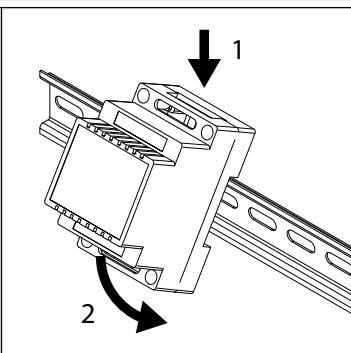
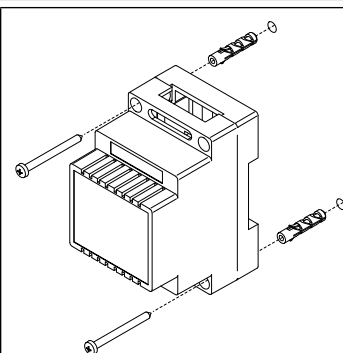

Fig. 4
Fig. 5
2. Fix the power supply to a DIN rail (**Fig. 4**) or directly to the wall using two expansion type screws (**Fig. 5**);
2. Fissare su barra DIN (**Fig. 4**) o direttamente a parete utilizzando le viti ed i relativi tasselli ad espansione (**Fig. 5**);